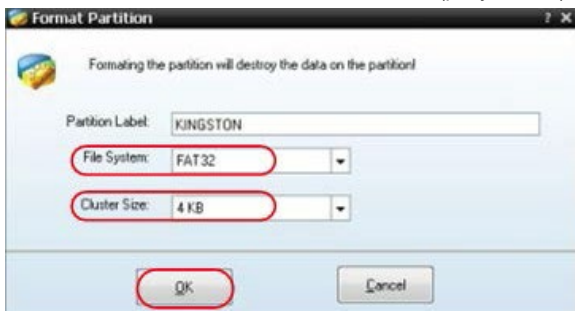

Рисунок 4.8. Установка параметров форматирования
5) В открывшемся диалоговом окне выберите файловую систему FAT32, установите размер единичного блока выделения на значении 4 KB, после чего щелкните по кнопке **OK** (рисунок 4.8).